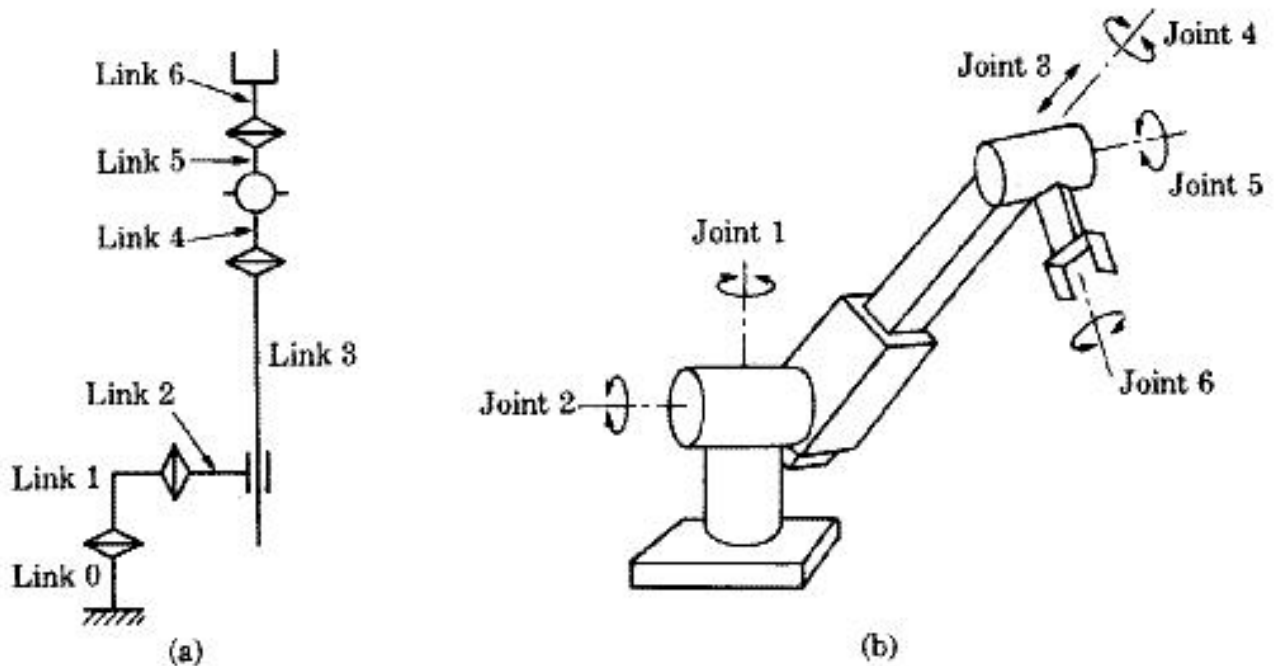

Abbildung 2: Stanford Manipulator
**Aufgabe 2.2:** (3 Pkt.) Der Stanford-Manipulator besitzt fünf rotatorische und ein translatorisches Gelenk. Das folgende Bild (Abb. 2)(b) zeigt alle Gelenke des Roboters, (a) zeigt eine schematische Darstellung. Der Abstand zwischen den Drehachsen des Gelenk 1 und 2 sei  $d_2$ . Definieren Sie die Koordinaten-Frames für jedes Gelenk und schreiben Sie die D-H-Parameter in einer Tabelle auf.